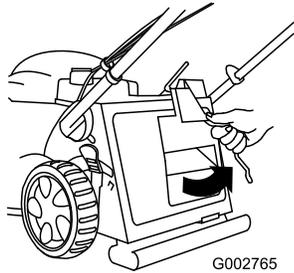

Figure 26
1. Tournez la tige de verrouillage à droite et retirez l'obturateur de mulching (Figure 26).